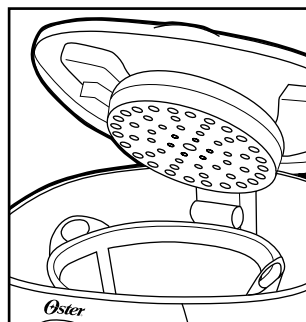

Figure 5
2. Placer le filtre permanent Oster® ou si vous préférez un filtre en papier de 10 tasses dans le panier. (Figure 5).